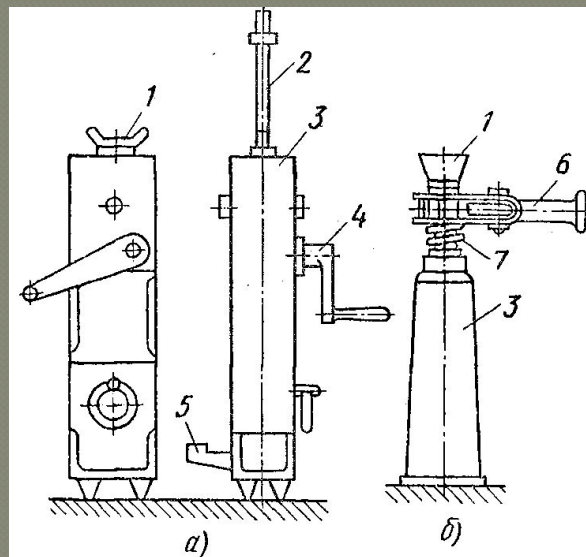

Рис.6. Домкраты: а – реечный, б – винтовой.
*Реечный* домкрат (рис. 6, а) состоит из деревянного или стального корпуса 3, внутри которого перемещается стальная зубчатая рейка 2, заканчивающаяся сверху поворотной головкой 1 для опоры груза, а снизу лапой 5 для подхвата и подъема низко расположенного груза. Рейка находится в зацеплении с зубьями шестерни, приводимой во вращение рукояткой 4. Для подъема и опускания груза рукоятку вращают в ту или другую сторону, в результате чего рейка перемещается в нужном направлении. Храповой механизм предотвращает опускание рейки под действием массы поднимаемого груза.
*Винтовой* домкрат (рис. 6, б) состоит из стального корпуса 3 с отверстием в верхней части, в которой имеется прямоугольная или трапецеидальная резьба, винта 7 и свободно поворачивающейся на нем головки I для упора груза, рычага 6 с храповиком. Для подъема или опускания груза качают рычаг с храповиком, а в некоторых домкратах поворачивают в нужную сторону винт с помощью стержня, вставляемого в отверстия винта. Винтовые домкраты обладают свойством самоторможения, вследствие чего исключается самоопускание винта под действием массы поднимаемого груза, что повышает надежность домкратов.